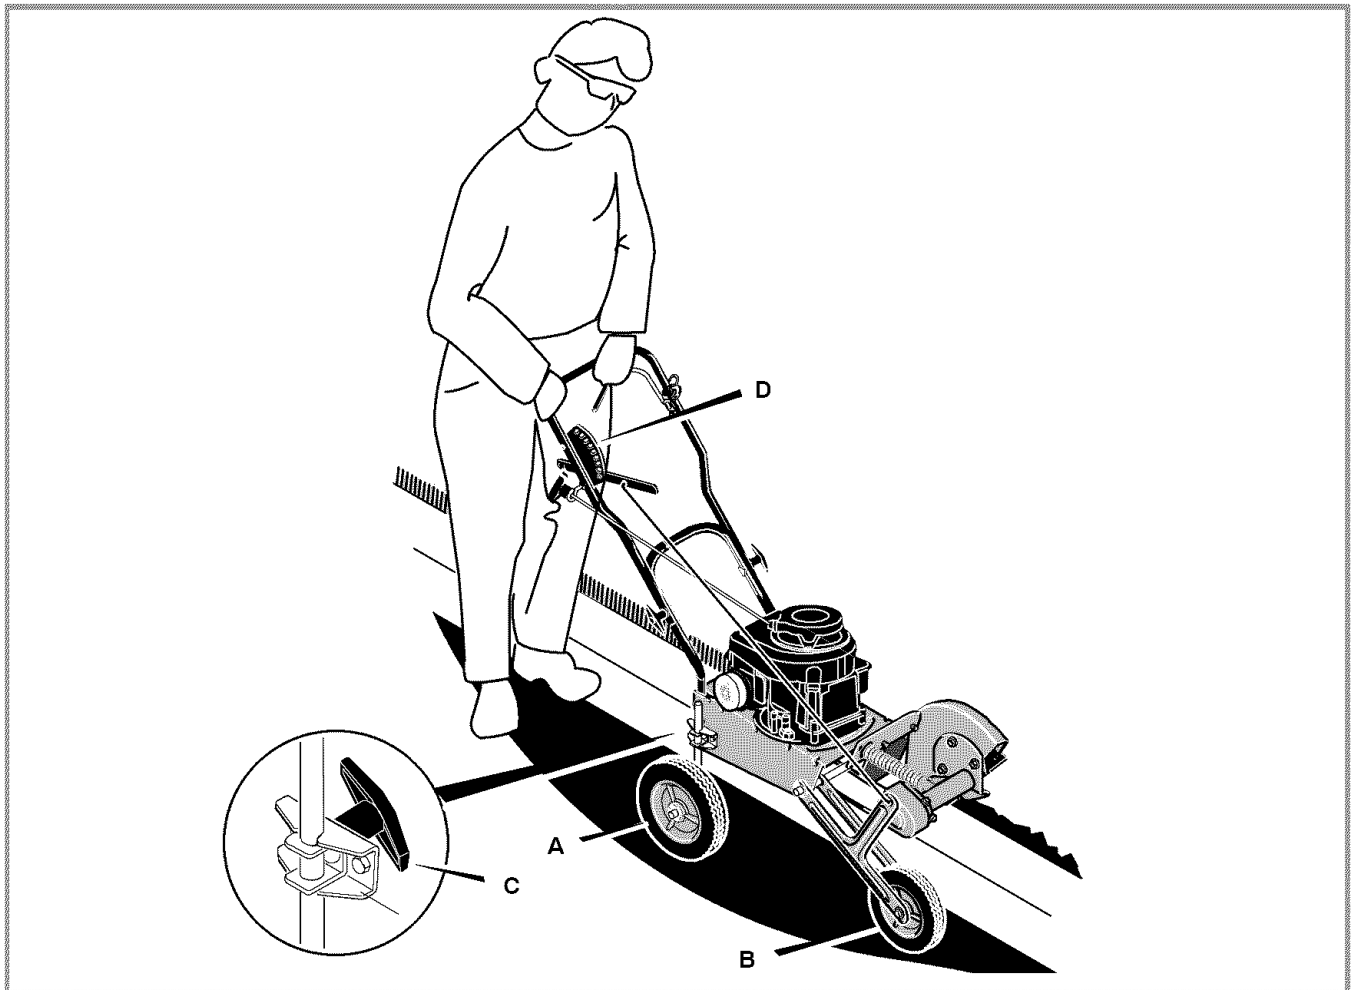

Figura 14: Bordeado de aceras
Dado que la rueda delantera y la rueda trasera derecha son ajustables, la bordeadora se puede utilizar en superficies con desnivel, como la acera que se muestra en la Figura 14.
- 4 En la posición correcta, tanto la rueda trasera derecha (A) como la rueda delantera (B) están debajo del bordillo, al costado de la acera y la rueda trasera izquierda está sobre la acera como se muestra en la Figura 14. Coloque la bordeadora en posición para permitir el descenso de las ruedas.
- 5 Afloje la perilla de la rueda trasera (C) para bajar la rueda trasera derecha hasta la calzada. Asegúrese de que la bordeadora quede nivelada a los lados y ajuste la perilla de la rueda trasera.
- 6 Utilice la palanca de control de profundidad (D) para bajar la rueda delantera hasta que haga contacto con la calzada y la bordeadora quede nivelada.